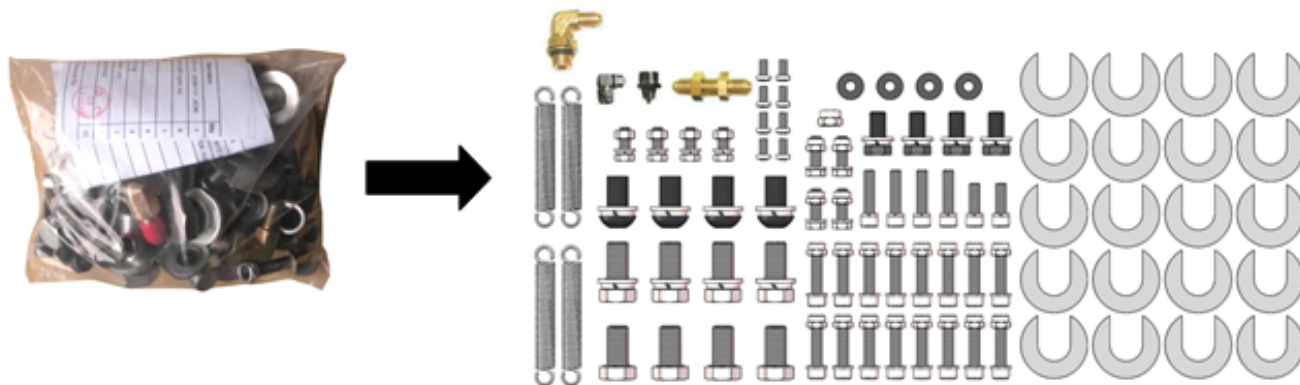

FIG.13
7. Verifique as peças da bolsa de peças de acordo com a lista da bolsa de peças (ver Fig. 13).